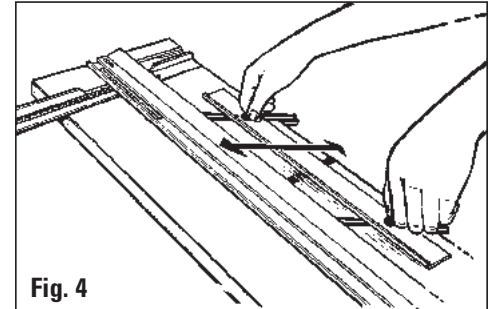

Fig. 4
3. Pour desserrer, tournez les boutons dans le sens inverse des aiguilles d'une montre et faites glisser. **Fig. 4**
3. Zum Lösen drehen Sie die Knöpfe gegen den Uhrzeigersinn und schieben. **Abb. 4**
3. Para aflojar, gire las perillas en dirección contraria a las agujas del reloj y deslice. **Fig. 4**
3. Per allentare, ruotare le manopole in senso antiorario e fare scorrere. **Fig. 4**
Utilisez l'outil d'alignement situé dans la fente du bras d'équerrage pour aligner la fente du support avec celle du bras. Utilisez les deux grandes vis à métaux fournies pour fixer le bras d'équerrage dans la fente du support. Ces vis à métaux sont vissées dans le support pendant l'expédition. **Fig. 4**
Verwenden Sie das Ausrichtwerkzeug im Auswinkelarmschlitz, um den Schlitz in der Platte mit dem im Auswinkelarm auszurichten. Verwenden Sie die zwei größeren Maschinenschrauben, um den Auswinkelarm im Plattenschlitz zu befestigen. Diese Maschinenschrauben werden zu Transportzwecken in die Platte eingeschraubt. **Abb. 4**
Utilice la herramienta de alinear que se encuentra en la ranura del brazo de escuadra para alinear la ranura del tablero con la ranura en el brazo de escuadra. Utilice los dos tornillos de máquina más grandes provistos para apretar el brazo de escuadra en la ranura del tablero. Estos tornillos de máquina se encuentran enroscados en el tablero para los propósitos del viaje de envío. **Fig. 4**
Utilizzare l'utensile di allineamento collocato nella scanalatura del braccio di squadratura per allineare la scanalatura del pannello con la scanalatura del braccio di squadratura. Con le due viti più grandi fornite, serrare il braccio di squadratura nella scanalatura del pannello. Queste viti si trovano avvitate nel pannello per scopi di trasporto. **Fig. 4**
Retirez la vis de la lame et la plaque de couverture de la lame du support de lame. Placez une lame n° 270, le bord tranchant vers le bas, dans la fente du support de lame et alignez le trou de la lame avec le réglage de hauteur souhaité. Remettez en place la plaque de couverture de la lame et la vis de la lame. **Fig. 4**
Entfernen Sie die Klingenschraube und den Klingenschutz aus dem Klingenhalter. Legen Sie eine #270 Klinge mit der scharfen Kante nach unten in den Schlitz auf dem Klingenhalter ein und richten Sie das Loch in der Klinge mit der gewünschten Tiefeneinstellung aus. Bringen Sie den Klingenschutz und die Klingenschraube wieder an. **Abb. 4**